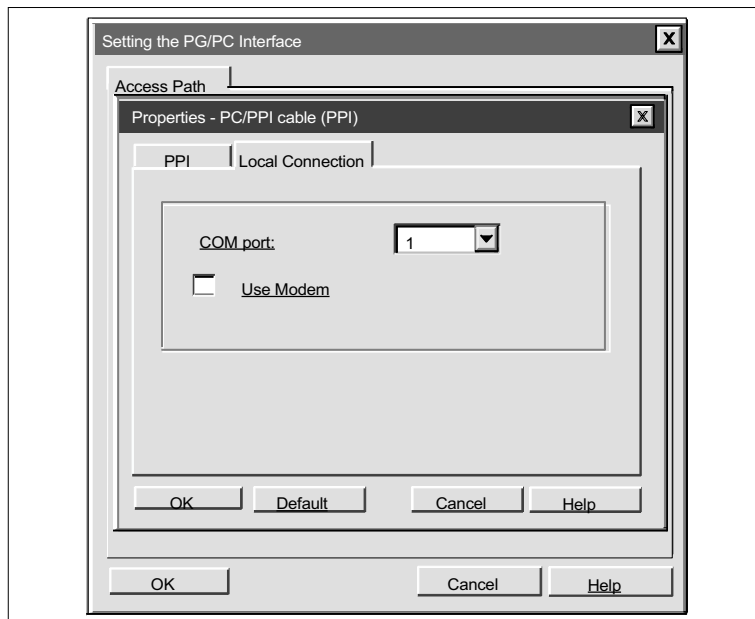

图 7-8 属性 --PC/PPI 电缆对话，本机连接标志签
6. 单击本机连接标志签，见图 7-8 。
3. 单击 "Properties" 按钮，出现 CPU 和调制解调器的 PC/PPI 电缆 (PPI) 属性窗口。见图 7-8。
5. 在通讯口 (COM) 区，确保选择 "Use Modem" 盒。如果没有选择，请选择该功能。见图 7-8。